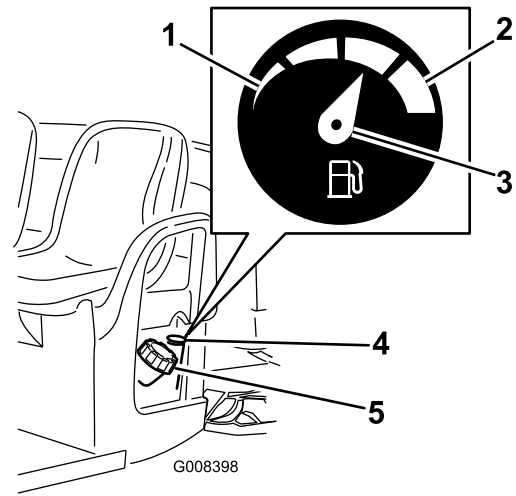

Figura 13
4. Limpie la zona alrededor del tapón del depósito de combustible (Figura 13).